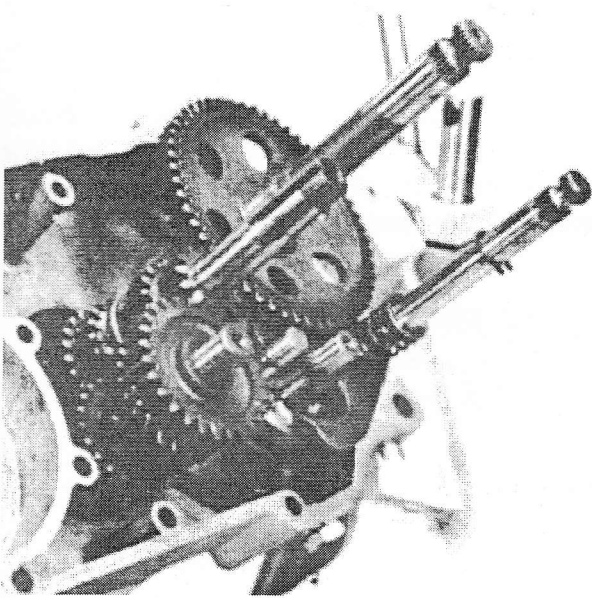

FIG. 16
1. Gira el cárter derecho de manera que los ejes queden con una inclinación de 45° (Fig 16) Quita la junta del cárter y deséchala. Saca el tubo de plástico de respiración.
NOTA: La Fig 16ªA pertenece al manual del motor de 4 marchas pero aclara bastante la disposición de los componentes.